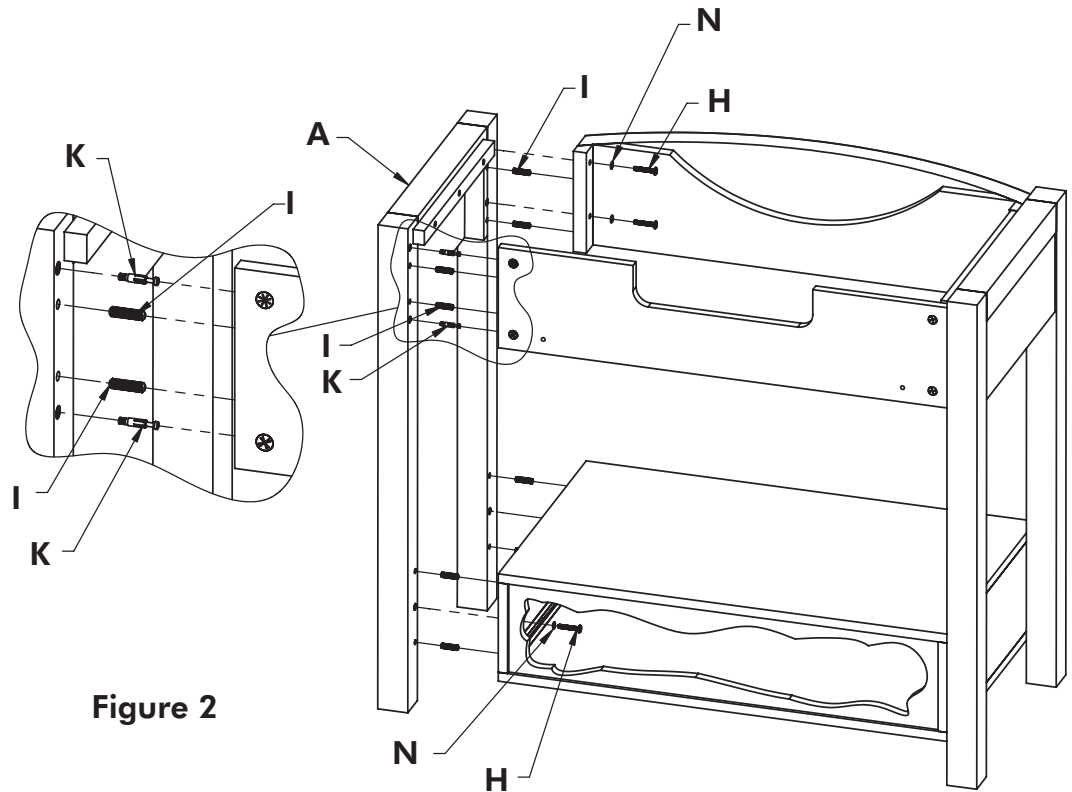

Figure 2
- o Répétez les étapes avec l'assemblage des pattes droites (A) tel qu'illustré.
- o Reportez-vous à la figure 2.